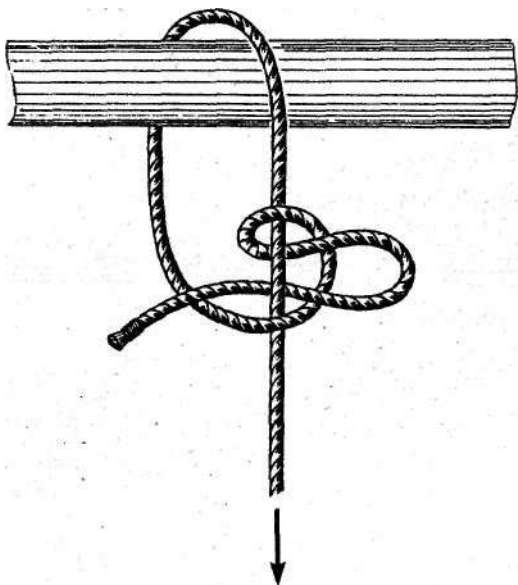

Рис. 26. Курьерский узел
**Курьерский узел** рис. 26 используется в тех случаях, когда необходимо быстро закрепить веревку за какой-либо предмет, а потом быстро развязать узел. Поэтому он и называется курьерским.